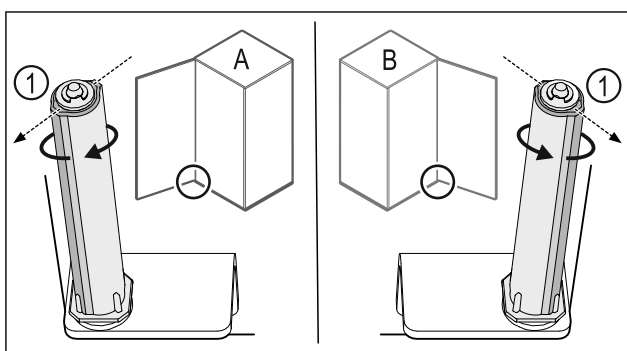

Fig. 30 Battuta a sinistra (A) / battuta a destra (B)
- Ruotare il sistema di chiusura contro la resistenza fino a quando la sporgenza del sistema di chiusura Fig. 30 (1) non è rivolta verso l'esterno.